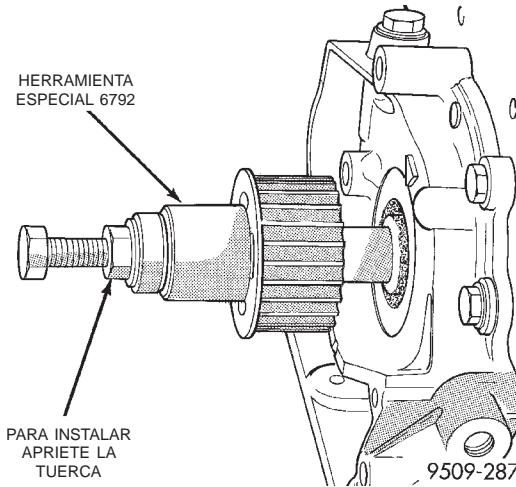

Fig. 89 Rueda dentada del cigüeñal—Instalación
(7) Instale la rueda dentada del cigüeñal, utilizando la Herramienta especial 6792 (Fig. 89).